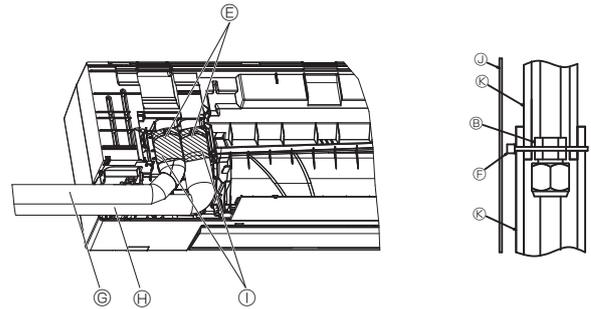

Fig. 3-14
- (7) Couvrir le joint à l'aide d'un cache-tuyaux et les fixer à l'aide d'un ruban (E). (Fig. 3-14)